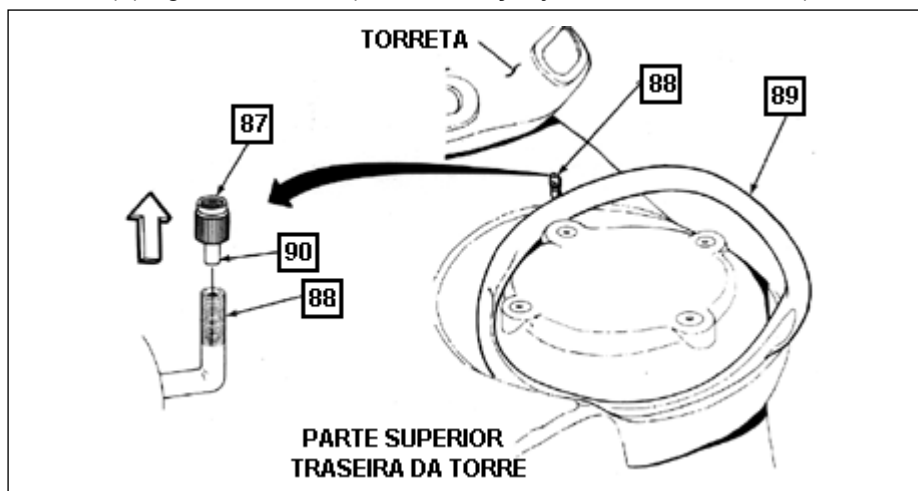

Fig 8-36. Tampa da entrada do ventilador
- (1) Executar o alijamento dos componentes.
- (2) Remover a tampa(87) da válvula(88) do selo(89) do ventilador da torre e, usando a protuberância da tampa(90), aliviar a pressão do selo. remover o selo da entrada de ar do ventilador. caso isso não seja possível, a escotilha do Cmt CC e do Aux At devem permanecer abertas. (Fig 8-36)
- (3) Atirar com o Can sem remover a coifa. O primeiro tiro deve ser de munição de energia cinética, uma vez que as granadas explosivas podem explodir em contato com a coifa.
- (4) Ligar o ventilador (caso a vedação já tenha sido removida).